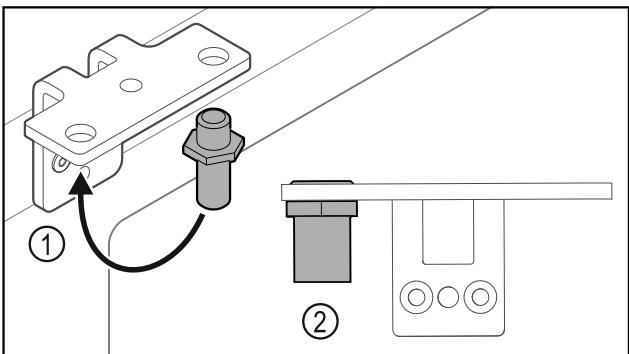

Fig. 17
- ▶ Perkelkite kaištj Fig. 17 (1) šarnyriniame kampuote.
- ▶ Priveržkite kaištj Fig. 17 (2) **12 Nm** sukimo momentu.